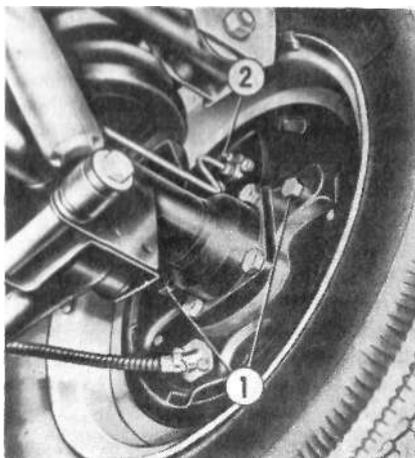

Рис. 61. Вид на щит барабанного тормоза со стороны заднего моста
- удерживая колодки прижатыми, поверните головки регулировочных эксцентриков 1 (рис. 61) до их соприкос-
2. Аккуратно очистите от грязи и пыли штуцеры 11 (рис. 58) и 2 (рис. 61).